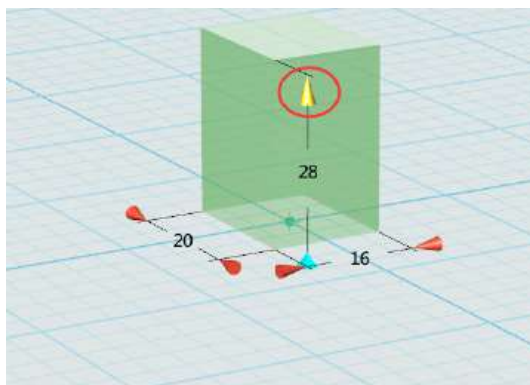
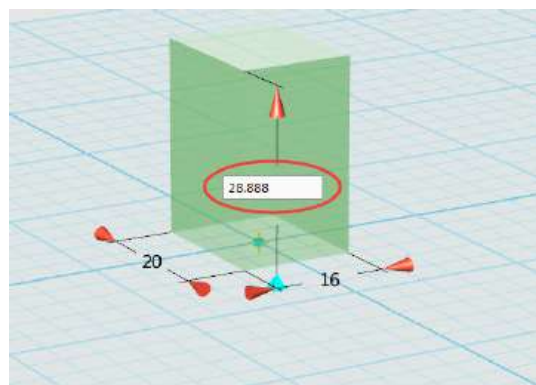

图 2-5
图 2-6
3.改变长、宽、高: 通过拉动基体长、宽、高箭头可以改变基体的长、宽、高。如图 2-5、图 2-6。还可以单击箭头中间的数字改变数值，精确定义其长、宽、高，按回车后确定。